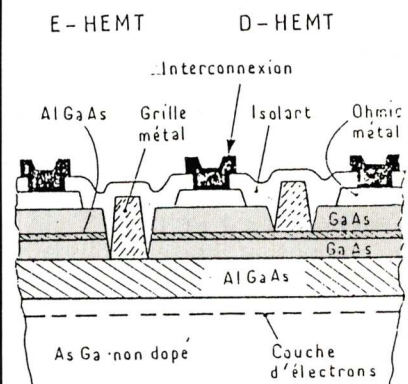

Fig. 3 : Coupe d'un inverseur en mode appauvrissement/enrichissement (D/E) pour un circuit FET HEMT à couplage direct.
La figure 3 montre une coupe typique de la structure d'un HEMT à enrichissement (E) et à appau-